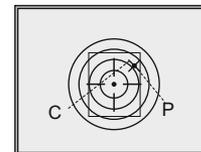

Fig.8
- Manteniendo la retícula en el punto de puntería, presionando **LEFT/RIGHT** desplace la cruz auxiliar (**C**) con respecto a la retícula hasta que la cruz coincida con el punto de impacto (**P**) (**Fig. 8**).